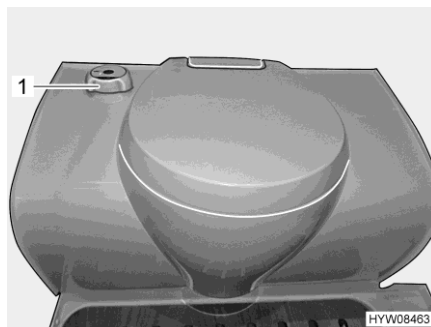

Fig. 133 Toilette Thetford
- Ruotare la maniglia girevole (Fig. 133,1) in senso antiorario.
- Ruotare la maniglia girevole (Fig. 133,1) in senso orario.